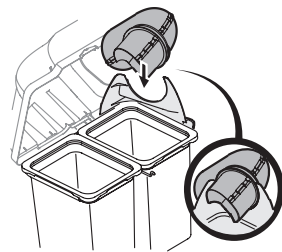

Figura 35
- Con la cubierta de la embolsadora abierta, gire el tubo del canal superior en posición de manera tal que el canal se apoye en el soporte del canal superior. Consulte la Figura 35.